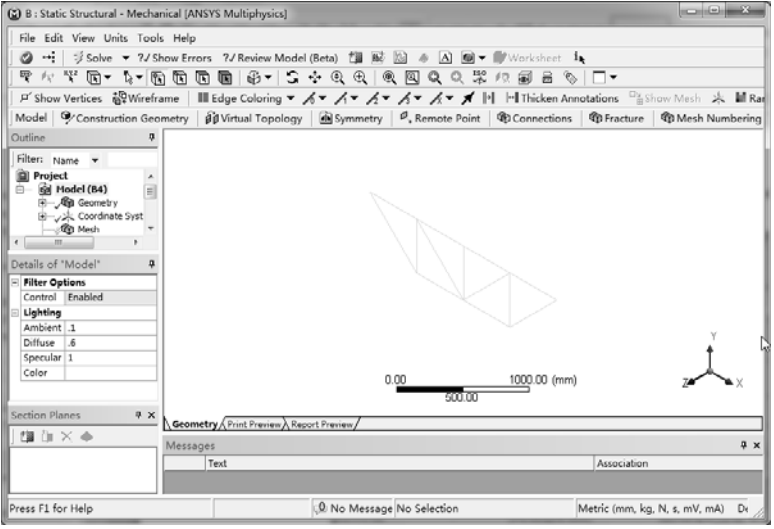

图 5-97 Mechanical 界面
1) 双击【Project Schematic (项目管理区)】中项目 B 的 B4 栏的【Model】项, 进入 Mechanical 界面。在该界面下可进行网格划分、分析设置、结果观察等, 如图 5-97 所示。